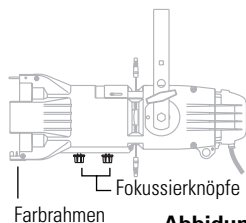

Abbildung 5
1. Den Fokussierknopf (bzw. die Fokussierknöpfe) an der Unterseite des Basisgehäuses lösen. Siehe **Abbildung 5**.